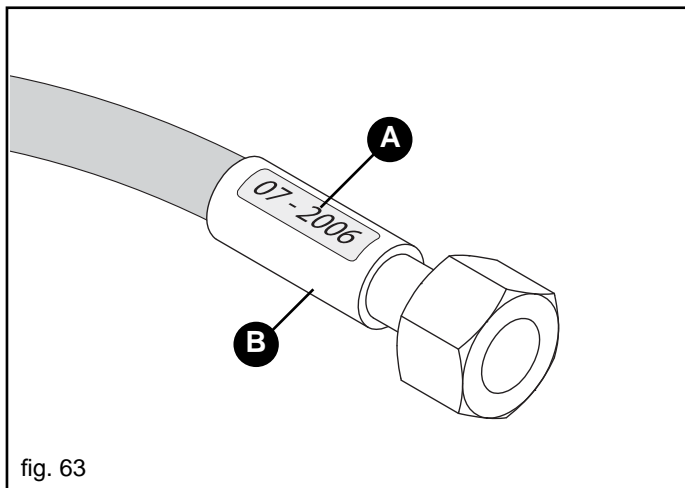

fig. 63
- perdite in prossimità dell'armatura del tubo (B, Fig. 63);
- corrosione dell'armatura (B, Fig. 63);
- superati i 5 anni dalla produzione (A, Fig. 63).